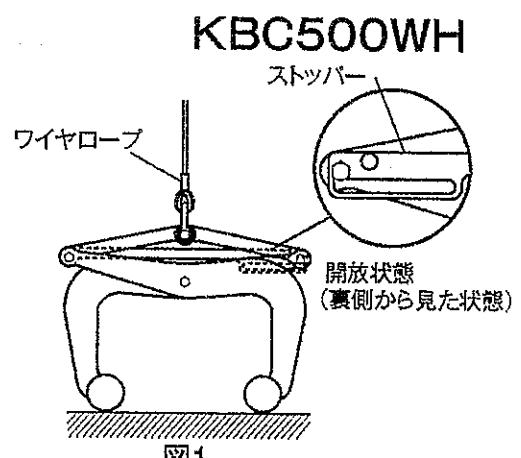

図1
- (1) 間接ブロックマトメクランプ(以下クランプ)を付属のワイヤロープにより、クレーンフックに取り付けて下さい。ワイヤロープがねじれないようにご注意下さい。この時、ストッパーを掛けてクランプを開放状態にして下さい。(図1)
- (2) 開放状態のままで、クランプを吊り上げて吊り荷上に移動します。
- (3) クランプをそのまま吊り荷上に降ろして下さい。